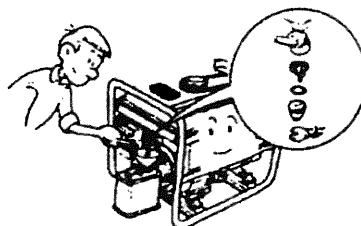

Fig. 46
- Alivie o parafuso de drenagem do carburador e drene o combustível que tem dentro. (Figure 46)